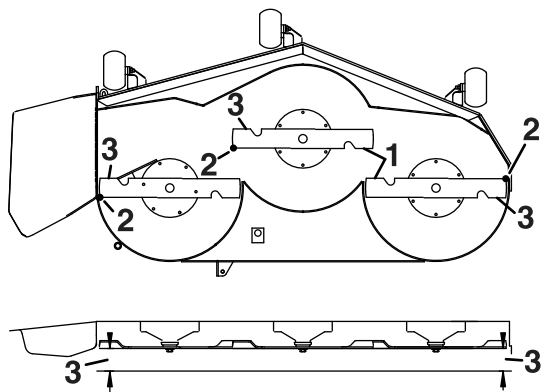

Figura 69
4. Misurate la distanza tra i taglienti esterni e la superficie piatta (Figura 69).